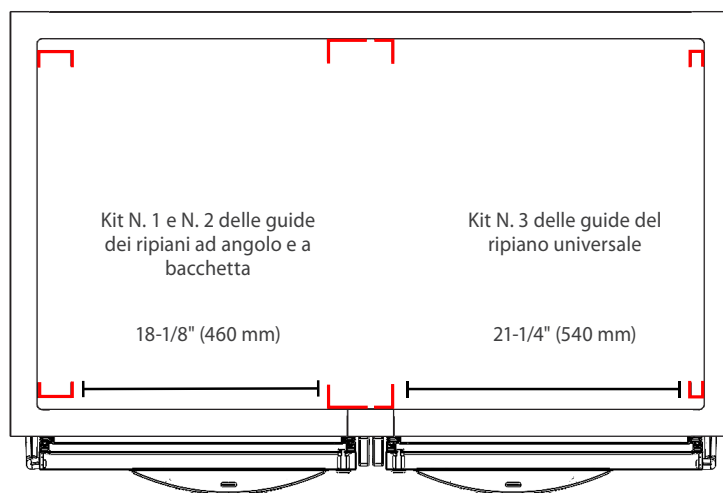

Fig. 5. Misurare la distanza tra i pilastri. Visione dall'alto in basso.
4. Controllare lo spazio tra i pilastri. Si vedano le figure 5 e 6.